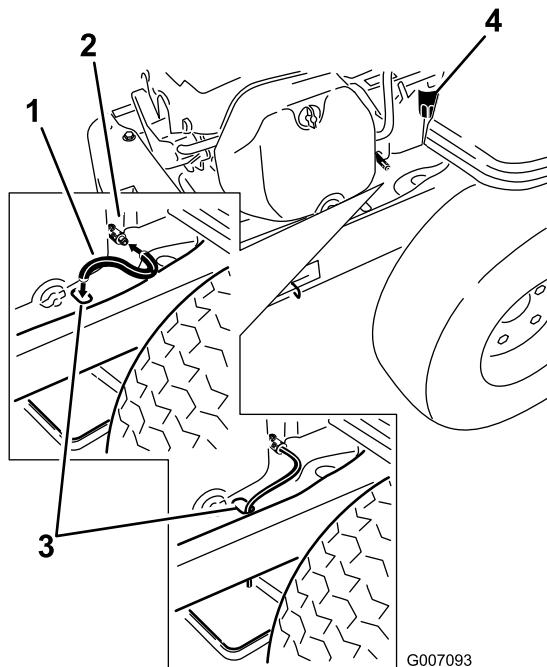

Figura 37
- Individuate il tubo di spurgo dell'olio e spostatelo sopra la valvola di spurgo (Figura 37).
- Infilate l'estremità opposta del tubo di spurgo dell'olio all'estremità del telaio (Figura 37).